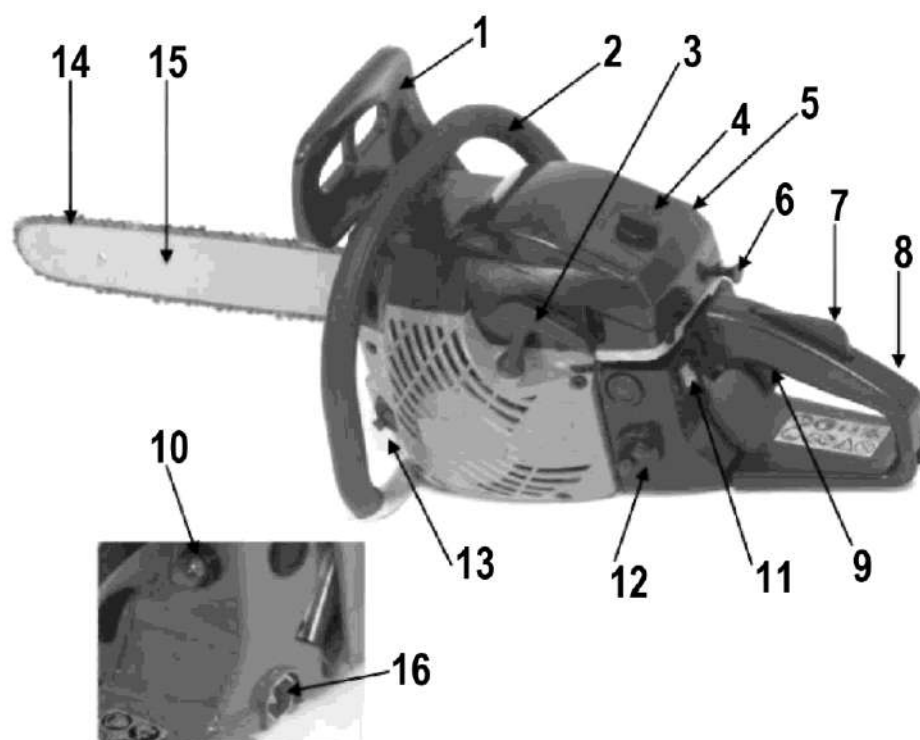
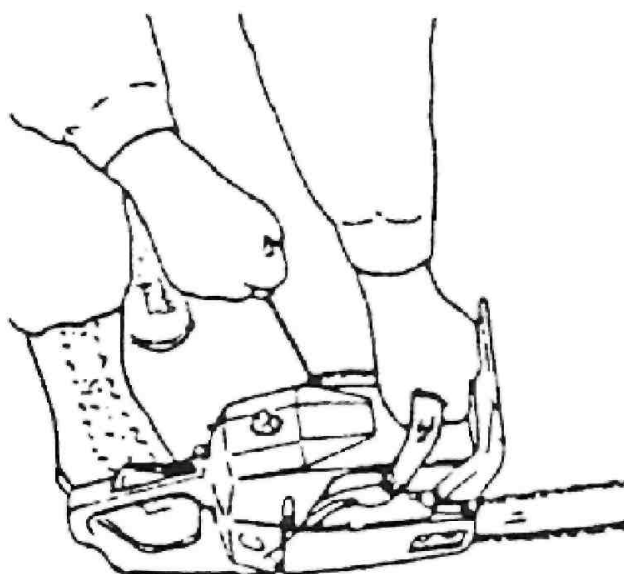

Рисунок 10
Рисунок 11
Пила оснащена механическим цепным тормозом. В случае отдачи рычаг тормоза цепи (рис.10 поз.1) активируется тыльной стороной руки оператора, и движение цепи пилы прекращается. Двигатель будет продолжать работать до тех пор, пока он не будет выключен.
1. Заполните баки топливом (рис.10 поз.12) и маслом для цепи (рис.10 поз.13) соответственно и надежно затяните крышки.
2. Убедитесь, что рычаг тормоза (рис.10 поз.1) полностью сдвинут вперед по направлению к цепи во включенное положение.
3. Переведите переключатель **вкл./выкл.** (рис.10 поз.11) вверх в положение **(I)**.
4. Вытяните ручку воздушной заслонки (рис.10 поз.6) и установите ее в закрытое положение.
5. Медленно нажмите на пусковую «грушу» 5-10 раз (рис.10 поз.10).
6. Крепко удерживая пилу на земле (рис.11), трижды полностью вытяните шнур ручного стартера (рис.10 поз.3). Двигатель должен запуститься.
7. Удерживая кнопку блокировки дроссельной заслонки (рис.10 поз.7), нажмите на рычаг дроссельной заслонки (рис.10 поз.9), чтобы отключить ее. Если двигатель заглох или не запустился, несколько раз потяните шнур ручного стартера (рис.10 поз.3), пока двигатель не запустится.
8. Освободите рычаг тормоза (рис.10 поз.1), потянув его назад и установив в положение «выключено».
10. Удерживая кнопку блокировки дроссельной заслонки (рис.10 поз.7), нажмите рычаг дроссельной заслонки (рис.10 поз.9), чтобы увеличить обороты двигателя.